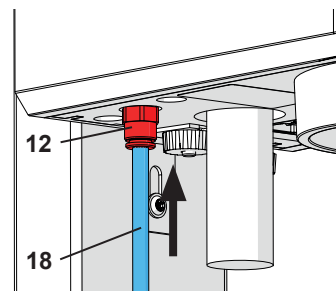

Fig. 5-a
! Negli apparecchi precedenti il filtro di ingresso (13) è disposto all'esterno dell'apparecchio (Fig. 5-b). In questi casi introdurre il tubo flessibile dell'aria compressa (18) nel filtro di ingresso (13). Nel far ciò è necessario superare una percepibile leggera resistenza. Non utilizzare MAI l'apparecchio senza filtro di ingresso!